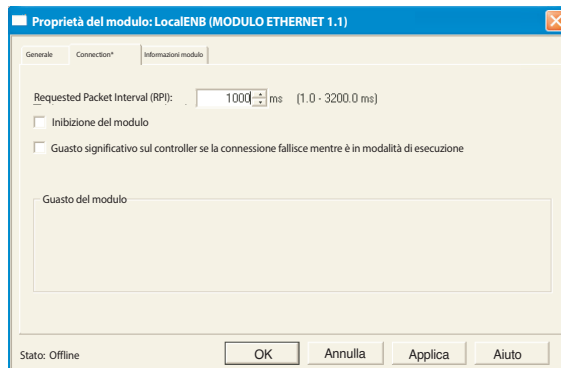

Figura 4.3.21q Pagina delle proprietà del modulo
- Nella pagina delle proprietà del modulo (figura 4.3.21q), impostare RPI su 1000 e fare clic su "OK".